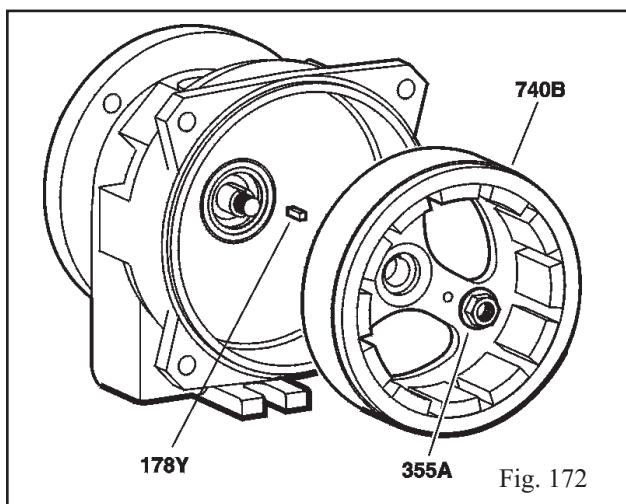

Fig. 172
22. Install key (178Y) on shaft (122B) (Fig. 172).
23. Install magnet assembly (740B) onto shaft (122B) (Fig. 172).